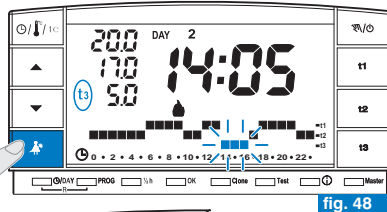

fig. 48
- Uniquement pendant un fonctionnement programmé (P 01 à P 03), en appuyant sur la touché "☼", l'appareil relié s'arrêtera pendant une durée de 3 heures pendant lesquelles le chronothermostat fonctionnera en température **t3 Absence**. L'insertion de cette fonction s'affiche sur la ligne **t3** sur l'échelle des 24h par trois digits clignotants en correspondance des 3 heures, à partir de celles en cours (exemple sur la fig. 48).